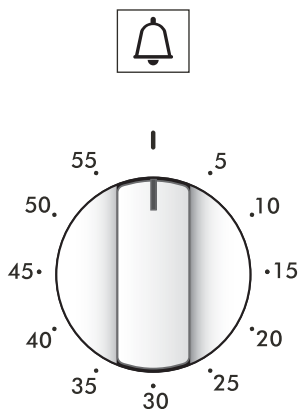

Fig. 4.1
**CONTAMINUTI 60'** (Fig. 4.1)
La manopola di regolazione (fig. 4.1) deve essere ruotata in senso orario fino alla posizione 60 minuti e poi posizionata sul tempo desiderato ruotandola in senso antiorario.